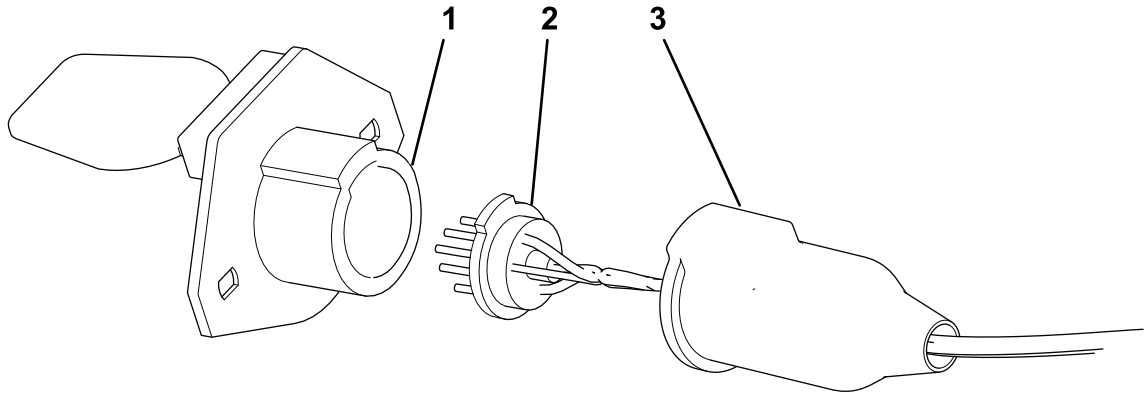

图16
2. 向后拉动套管以接触到 MH-400 物料处理机的 7 针接头然后从外壳上取下接头 图16。